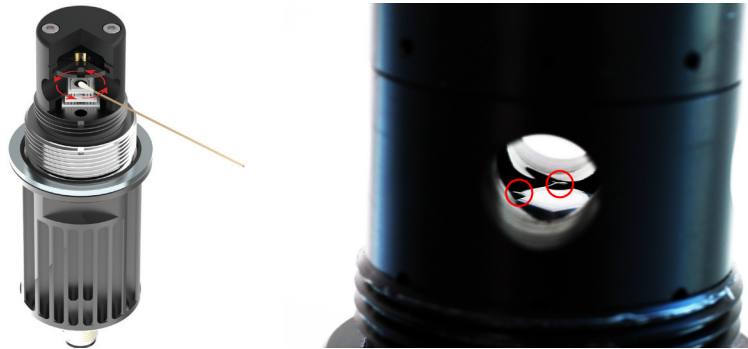

Abbildung 32 Spiegelreinigung
**WARNUNG:** Versuchen sie nicht, während des reinigungsvorganges den sensor zu öffnen (siehe abbildung 32 auf dem rechten bild).